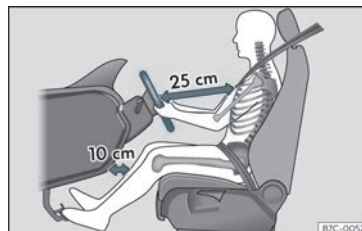

Fig. 6 A separação correta entre o condutor e o volante deve ser de 25 cm no mínimo (10 polegadas).
- Ajuste o volante de modo a ficar a uma distância de, pelo menos, 25 cm (10 polegadas) do esterno >>> **Fig. 6** e a poder segurá-lo com ambas as mãos pelos lados, pela parte exterior, com os braços ligeiramente fletidos.
- Ajuste longitudinalmente o banco, de modo a poder carregar a fundo nos pedais com os joelhos ligeiramente fletidos e a ficar uma distância entre a zona dos joelhos e o painel de instrumentos de pelo menos 10 cm (4 polegadas) >>> **Fig. 6.**